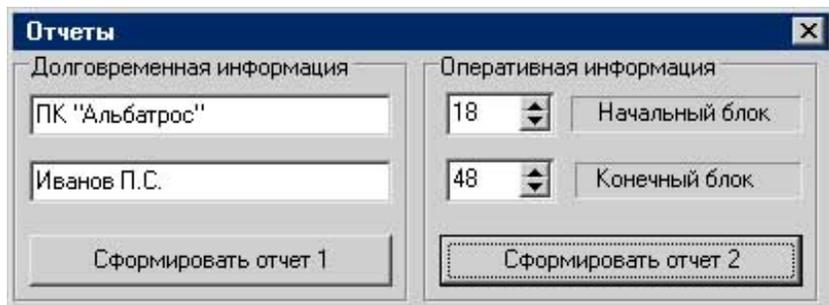

Рисунок 7
3.10 Для распечатки и просмотра результатов в табличной форме сформировать отчет за любой интересующий период времени. Для этого нажать кнопку ОТЧЕТ в нижней части окна программы. В открывшемся окне (рисунок 7) сформировать два отчета – с текущей долговременной информацией (отчет № 1) и оперативной информацией (отчет № 2). При оформлении долговременной информации ввести данные о кране и Ф.И.О. лица, ответственного за съём информации. При распечатке оперативной информации указываются номера начального и конечного блоков данных. После заполнения всех полей и нажатия кнопки СФОРМИРОВАТЬ ОТЧЕТ ввести имя файла для сохранения результатов (отчет № 1 и отчет № 2).